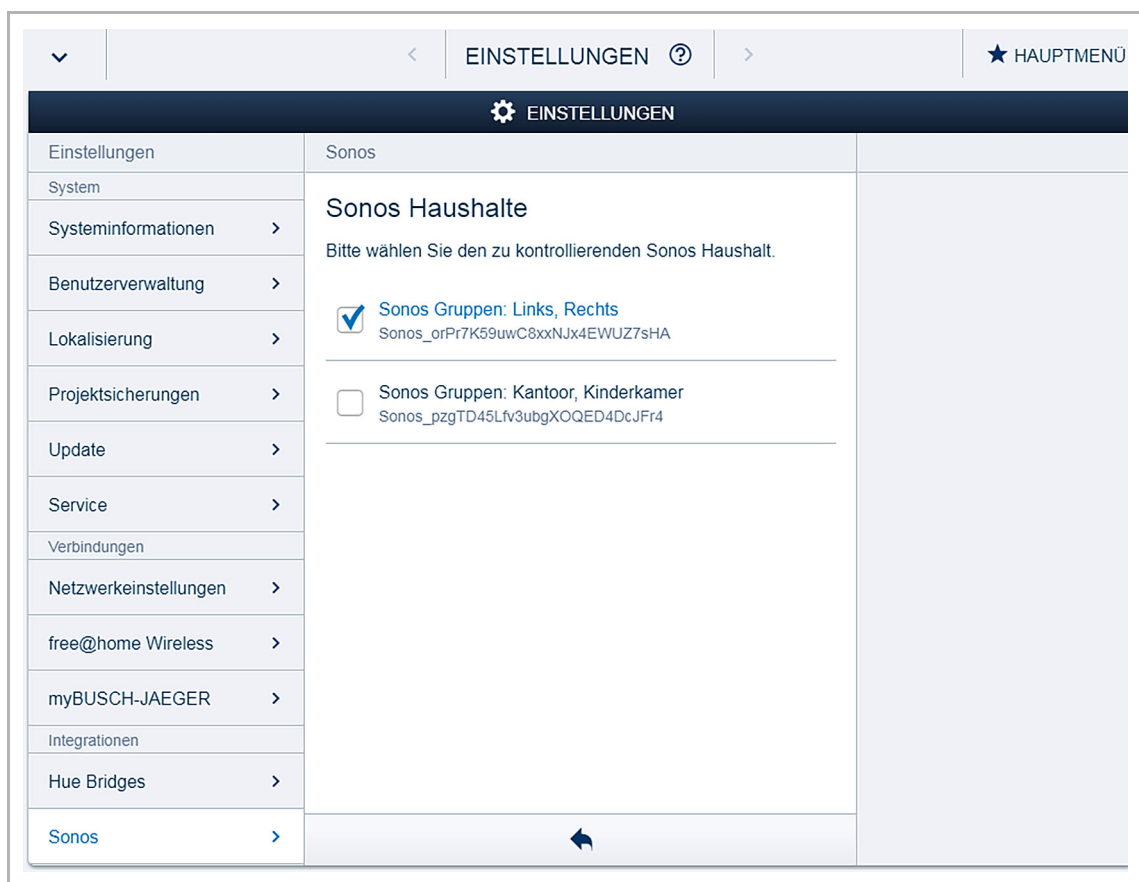

Abb. 117: Verbindung zu einem Sonos System herstellen
1. Verbindung zu einem Sonos System herstellen, siehe Abb. 117.